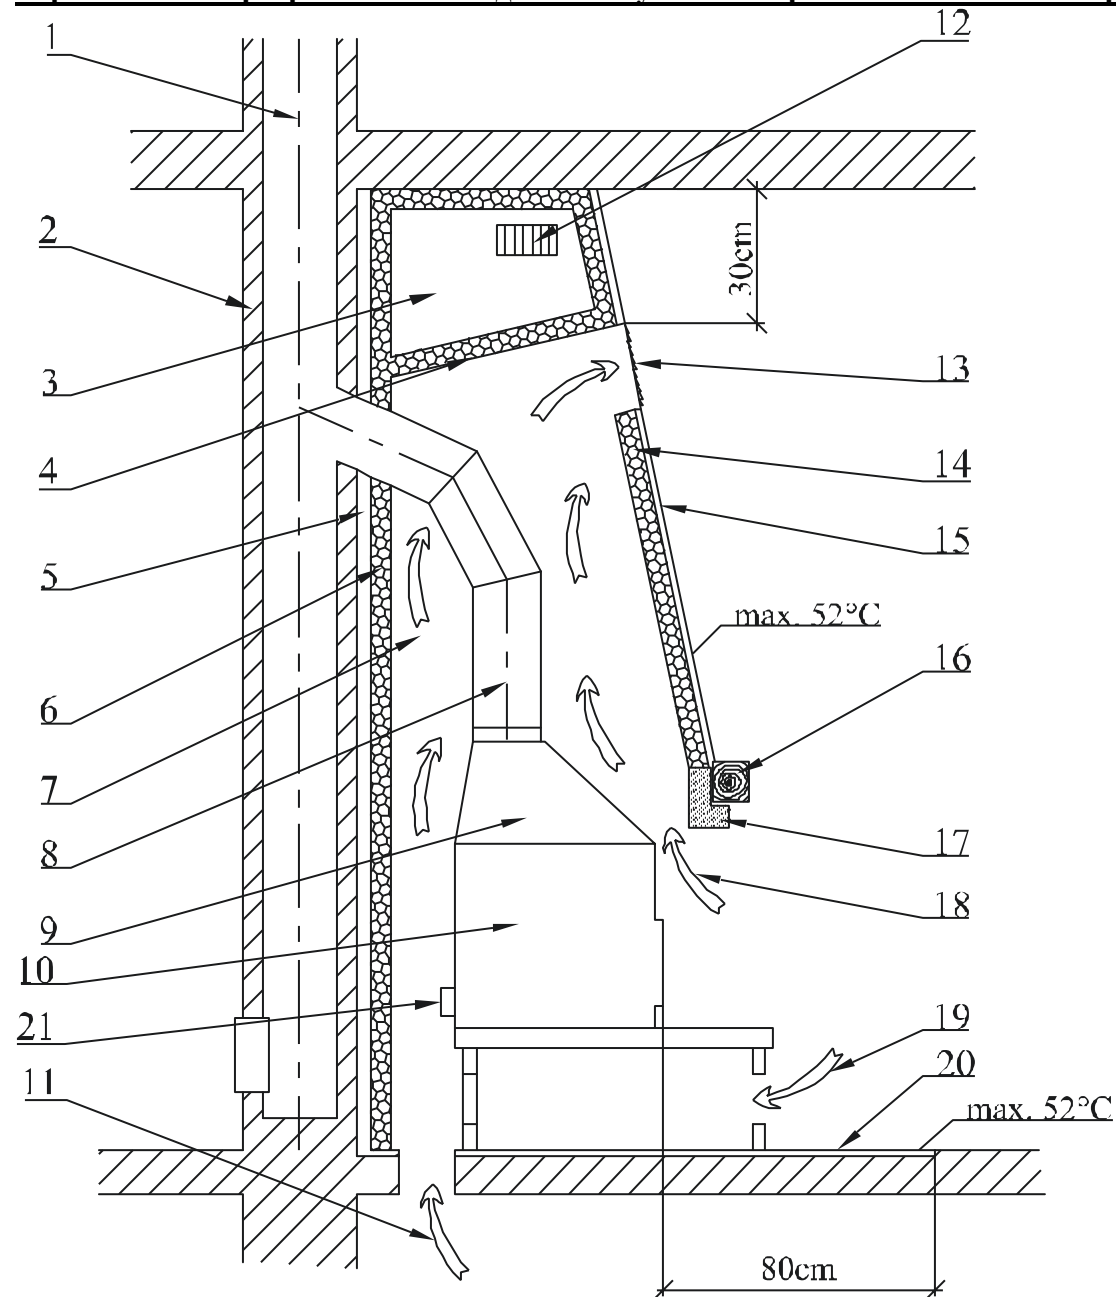

Рис. 2
Безопасное расстояние от косяка двери и подобным способом расположенных строительных конструкций из горючих материалов, а также от трубопроводов, включая их изоляцию, составляет мин. **20 см**. От остальных частей конструкции из горючих материалов – мин. **40 см** (см. рис. 2) согласно **ČSN 06 1008/1997**. Имеются в виду строительные материалы класса **B, C и D** согласно **ČSN EN 13501-1+A1/2010** (см. таблицу № 1). Это действительно также для стен, и главным образом, потолков со штукатуркой на горючем основании, например, Латих, Палах и т.п. Если эти расстояния невозможно соблюсти, необходимо предотвратить опасность пожара при помощи строительно-технических мер – негорючая облицовка, теплостойкая изоляция, ширма.
5. Вывод нагретого конвекционного воздуха должен находиться мин. на **30 см** ниже потолка (рис. 2).
6. Над выводом конвекционного нагретого воздуха должна быть негорючая конструкция перекрытия. Ее температура не должна превысить величину **50°C**. Поэтому низ потолка должен быть изолирован от воздействия тепла из камина перегородкой и как минимум одним неполоностью закрываемым отверстием с решеткой (рис. 2) или достаточным слоем теплоизоляции.